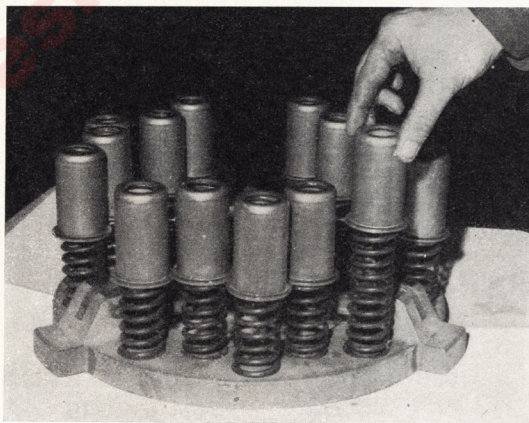

Fig. 10.—Quitando las cazoletas o cajas y muelles de embrague
5. Quitar las cajas y los muelles de embrague (ver fig. 10).